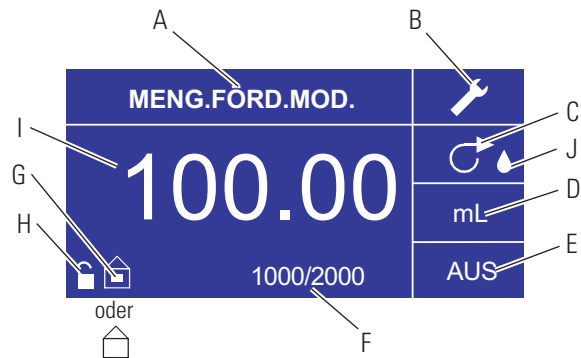

Abbildung 3-10. Mengenförderungsmodus-Bildschirm
6. **Einstellen der AUS-Zeit der Pumpe:** Verwenden Sie die Richtungspfeile und die EINGABETASTE, um AUS auf dem Bildschirm zu wählen (siehe Position E, Abbildung 3-10), um die AUS-Zeit einzugeben. Verwenden Sie die Richtungstasten und die EINGABETASTE, um die Pumpen-Ruhezeit einzustellen. Der Zeitgeber in der Mitte des Bildschirms wird hervorgehoben, und durch Verwendung der AUF- und ABWÄRTS-Pfeile können Sie die ganz rechte Stelle des Zeitintervalls erhöhen oder reduzieren. Wenn die EINGABETASTE ein zweites Mal gedrückt wird, während der Zeitgeber hervorgehoben ist, können die Stellen einzeln mit dem AUF/AB-Pfeil geändert werden; schalten Sie mit den LINKS/RECHTS-Pfeilen zwischen den Stellen hin und her. Nach Auswahl der optimalen Fördermenge die EINGABTASTE erneut zur Validierung drücken. Der Antrieb wird jetzt so lange unterbrochen, wie Sie es in der Mitte des Bildschirms eingestellt haben. **HINWEIS:** Wenn die AUS-Zeit auf 00:00:00 eingestellt wird, erfordert der Antrieb eine START/STOPP-Eingang vom Tastenfeld aus oder vom I/O-Anschluss aus, um mit der nächsten Förderung zu beginnen.
7. **Auswahl der Losgröße:** Verwenden Sie die Richtungspfeile und die EINGABETASTE, um das Batch-Zahl-Symbol auf dem Betriebsbildschirm auszuwählen (siehe Position F, Abbildung 3-10). Wählen Sie im Batch-Zahl-Bildschirm die AUF-/ABWÄRTS-Pfeile zur Auswahl der Losgröße. Drücken Sie die EINGABETASTE zum Bestätigen der Losgröße. Wenn diese Zahl auf Null (0) eingestellt ist, läuft der Antrieb auf unbestimmte Zeit und das ∞ Symbol wird angezeigt. Wählen Sie BEENDEN, um zum Antriebs-Betriebsbildschirm zurück zu kehren.
9. **Batch-Zahl zurücksetzen:** Verwenden Sie die Richtungspfeile und die EINGABETASTE, um das BATCH-ZAHL-Symbol auf dem Betriebsbildschirm auszuwählen (siehe Position F, Abbildung 3-10). Wählen Sie im BATCH-ZAHL-Bildschirm die Option ZURÜCKSETZEN und drücken Sie die EINGABETASTE, um die Batch-Zahl zurück zu setzen. Wählen Sie BEENDEN, um zum WIEDERHOLUNGSMODUS-BETRIEB-Bildschirm zurück zu kehren.